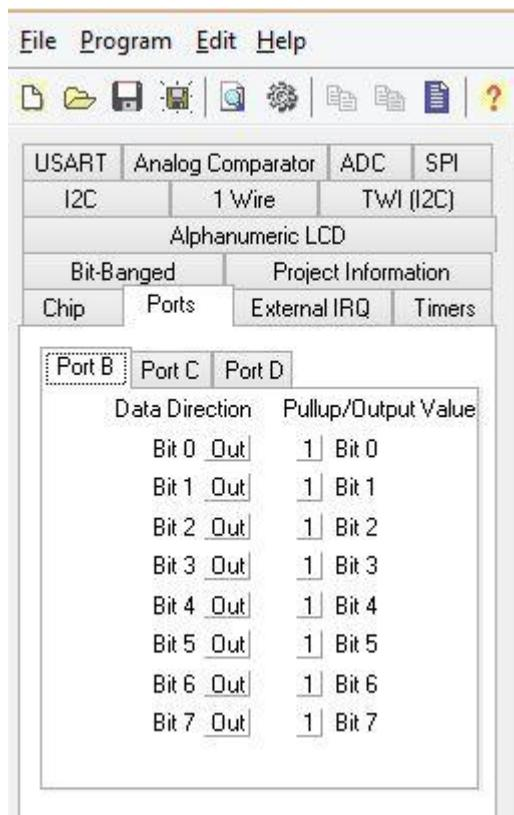

Рис. 3. Настройка порта В
вкладки поменьше (см. рис. 3). По одной вкладке для каждого порта. Выбираем вкладку «Port B».
**Второй столбец** на той же вкладке называется **«Pullup / Output Value» (Включение нагрузки / Выходное значение)**. Этот столбец определяет, какое значение будет присвоено каждому из разрядов регистра PORTB. В нашем случае порт PB работает на вывод. Поэтому содержимое регистра PORTB определяет выходное значение всех разрядов порта. По умолчанию все они имеют значение «0». Но по условиям задачи они должны быть равны единице (при старте программы светодиод должен быть отключен). Поэтому изменим все нули на единицы. Для этого также достаточно простого щелчка мыши. В результате всех операций вкладка «Port B» будет выглядеть так, как это показано на рис. 3.